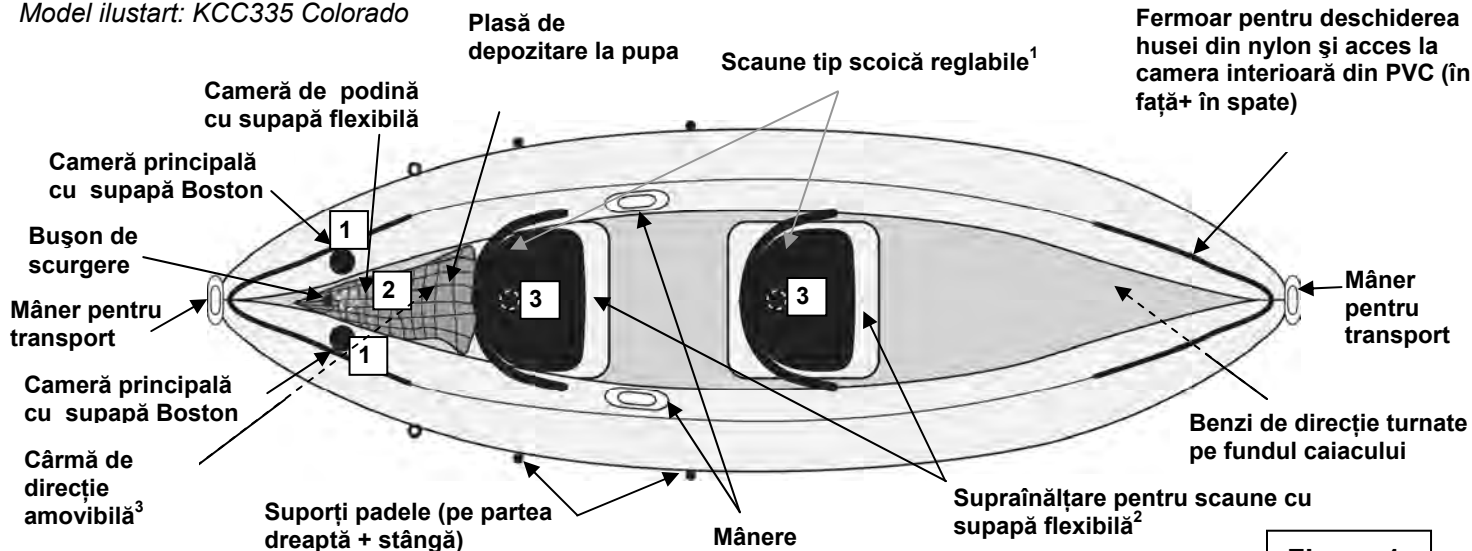

Figura 1
3. Umflați produsul conform ordinii de umflare prezentată pe plăcuța de capacitate imprimată pe produs (vezi și figura 1, numerotarea supapelor).